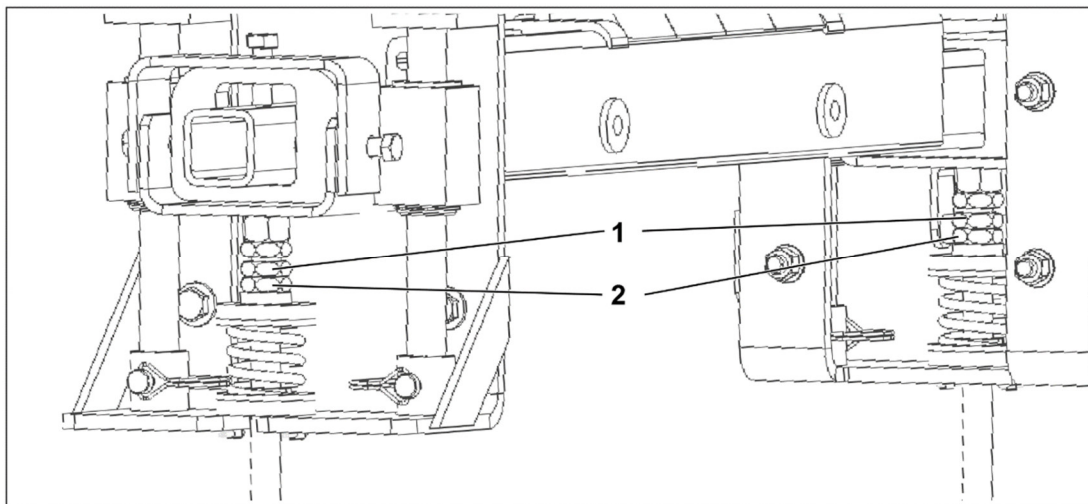

Рис. 25
- Пружинное натяжное устройство: ослабьте контргайки (1, рис. 25) и регулировочные гайки (2, рис. 25) с обеих сторон.
- Пружинное натяжное устройство: Поверните контргайки (1, рис. 25) вверх до конца. Равномерно ослабьте регулировочные гайки (2, Рис. 25) с обеих сторон и поверните их вверх до конца.